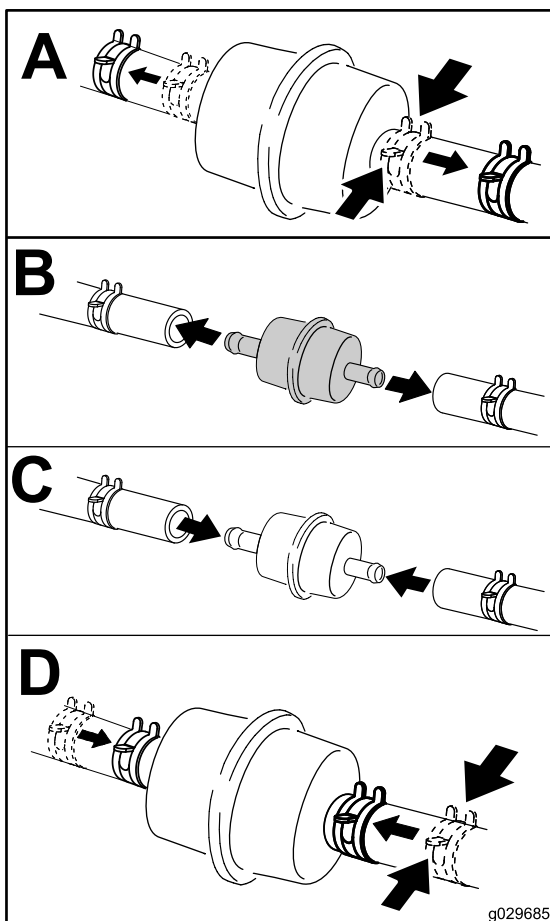

图 45
6. 如图 45所示在燃油滤清器下面放置一个清洁容器并更换燃油滤清器。